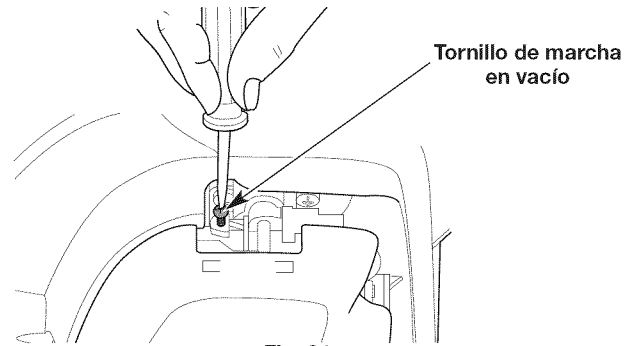

Fig. 24
2. Suelte el control del regulador y deje que el motor trabaje en vacío. Si el motor se apaga, use un destornillador pequeño Phillips para girar el tornillo de marcha en vacío en el sentido de las agujas del reloj, dándole 1/8 de vuelta cada vez (según sea necesario), hasta que el motor funcione en marcha en vacío sin inconvenientes (Fig. 24).
3. Si el motor entra en marcha en vacío muy rápidamente, gire el tornillo de marcha en vacío en sentido contrario a las agujas del reloj 1/8 de vuelta cada vez (según sea necesario) para reducir la marcha en vacío (Fig. 24).